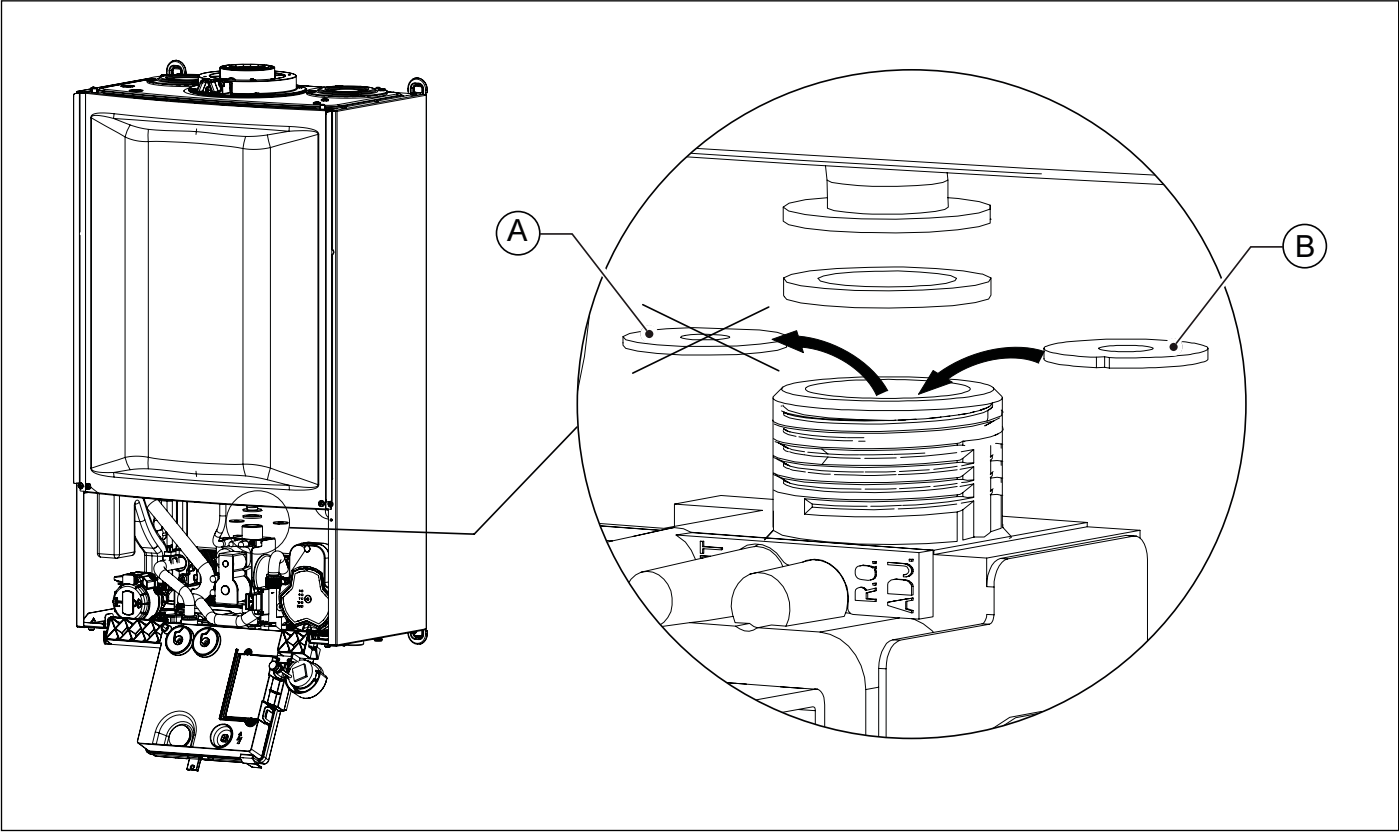

Fig. 25 Sustitución del diafragma gas
- Desconectar el tubo de gas de la válvula gas (ver Fig. 25 Sustitución del diafragma gas).
- Sustituir el diafragma gas (A) con el del nuevo tipo de gas (ver Fig. 25 Sustitución del diafragma gas y Tab. 11 Diámetro diafragmas gas (mm)).